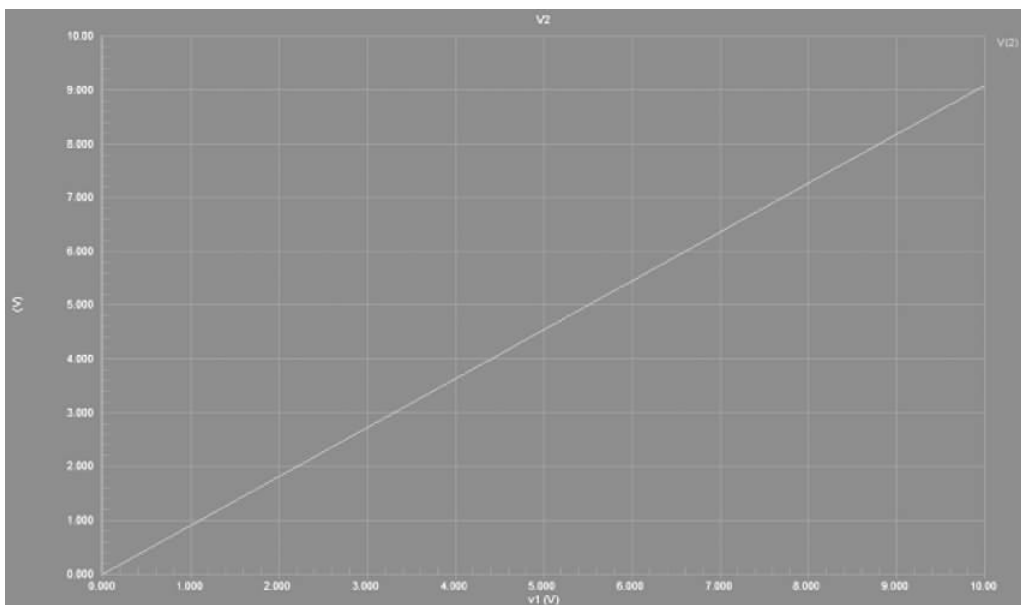

图 3-22 V(2)波形
(10) 出现 Plot Wizard-Finish 界面。
(11) 单击 Finish 按钮。
(12) 出现如图 3-22 所示的 V(2) 波形。
(13) 保存设计工程,并关闭该设计工程。